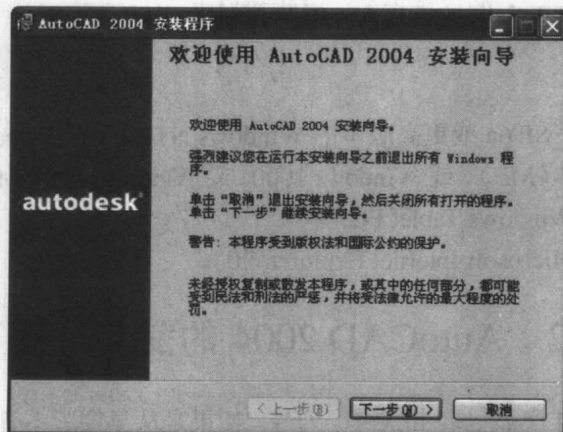

图 1-2 AutoCAD 2004 安装向导
4. 在 AutoCAD CD 浏览器中,单击“安装”选项卡。在“安装”选项卡上的步骤 3“安装 AutoCAD 2004”下,单击“安装”启动“AutoCAD 2004 安装向导”。如图 1-2 所示。